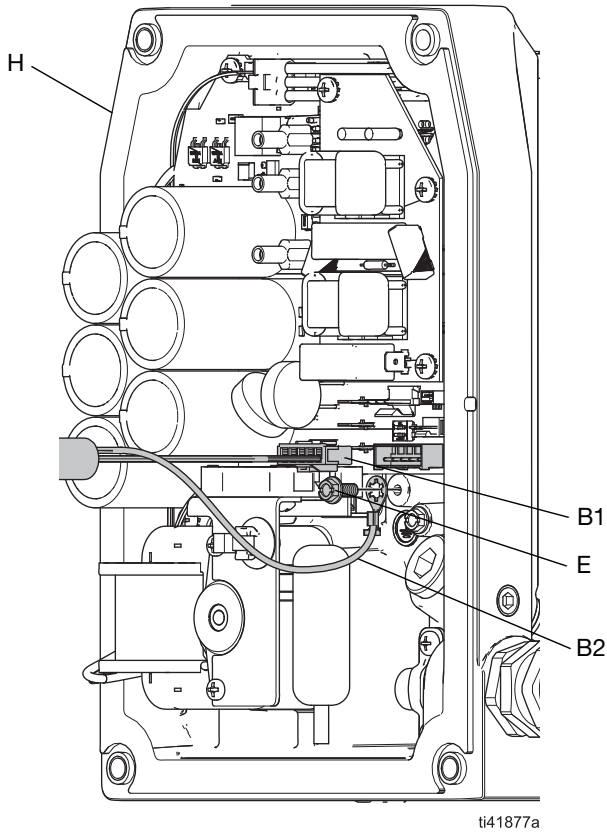

图 5: I/O 电缆线和 I/O 电缆地线连接
2. 卸下控制板盖 (427)。参见相关马达手册。请参见**相关手册**（第 2 页）。
3. 如果是首次安装 I/O 电缆，请从 I/O 端口 (G1) 中拔下插头 (G)。
4. 安装 I/O 电缆组件 (B)：
- b. 在电缆入口底座 (A) 的螺纹上涂抹螺纹密封剂，并将其旋紧固定在 I/O 端口 (G1) 中。
- c. 在控制盖 (F) 的背面，将 I/O 连接器 (B1) 和接地线 (B2) 穿过夹具底座 (C) 和锁紧螺母 (C2)。
- d. 将夹具底座 (C) 旋入端口 (G1) 的背面，并拧紧锁紧螺母 (C2) 以固定在盖的背面。
- e. 将一小段电缆护套定位于夹具底座 (C) 的夹持区域中央，并使用螺钉 (D) 将夹具 (C1) 固定到底座 (C) 上并拧紧。
- f. 牢牢拧紧管夹顶部紧固件 (D)。
5. 将 I/O 电缆接地线 (B2) 和接地紧固件 (E) 安装到控制器外壳 (H) 的孔中。紧固。请参见**连接控制板**，第 9 页。
6. 将 I/O 电缆 (B1) 上的插头连接到控制板上的插座。参见图 5。
7. 安装控制箱盖 (F)。参见相关马达手册。请参见**相关手册**（第 2 页）。
1. 将 I/O 电缆接地线 (B2) 和接地紧固件 (E) 安装到控制器外壳 (H) 的孔中。紧固。参见图 5。
2. 将 I/O 电缆 (B1) 上的插头连接到控制板上的插座。参见图 5。